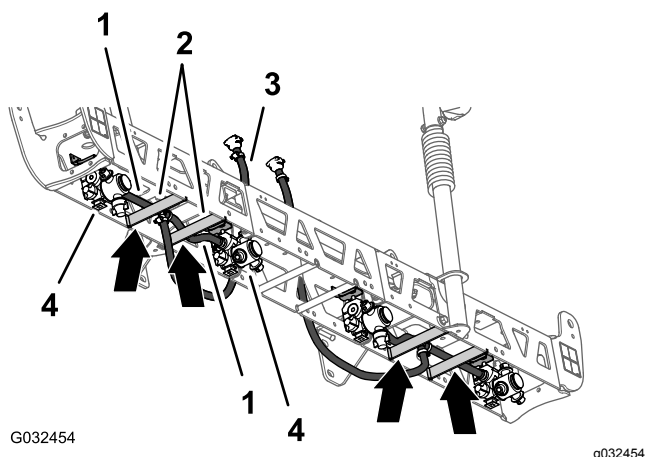
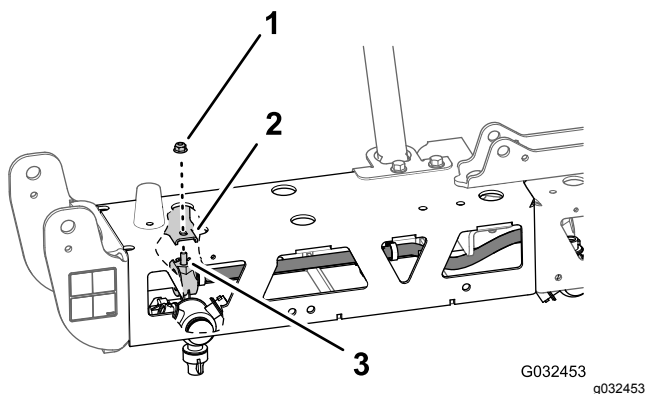

Figura 59
Figura 60
1. Disponete il flessibile da 13 mm e il gruppo dell'ugello tra gli ancoraggi della trave esterna (Figura 59).
2. Disponete il flessibile e l'ugello sopra l'ancoraggio della trave e all'esterno del supporto dell'ugello esterno (Figura 59).
3. Allineate il bullone a testa esagonale (5/16" x 3/4") dell'ugello dell'irroratrice attraverso il foro nel supporto dell'ugello e fissate senza serrare l'ugello al supporto con un dado di bloccaggio flangiato (5/16") del kit di finitura dell'impianto di irrorazione GeoLink (Figura 60).
4. Disponete l'altro flessibile da 13 mm (10") e il gruppo dell'ugello tra gli ancoraggi della trave esterna (Figura 59).
5. Disponete il flessibile e l'ugello sopra l'ancoraggio della trave e all'interno del supporto dell'ugello interno (Figura 59).
6. Allineate il bullone a testa esagonale (5/16" x 3/4") dell'ugello dell'irroratrice attraverso il foro nel supporto dell'ugello (Figura 60) e fissate senza serrare l'ugello al supporto con il dado di bloccaggio flangiato (5/16") rimosso nei passaggi 1 e 4 di Rimozione degli ugelli dell'irroratrice (pagina 27).
8. Disponete il flessibile e l'accoppiatore dentellato da 13 x 810 mm sul lato della sezione di irrorazione centrale con le staffe di supporto di sinistra e destra (Figura 59).
9. Ripetete i passaggi da 1 a 8 per il flessibile e il gruppo dell'ugello sull'altra trave esterna (Figura 59 e Figura 60).